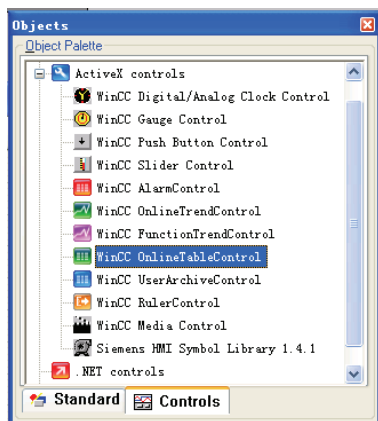
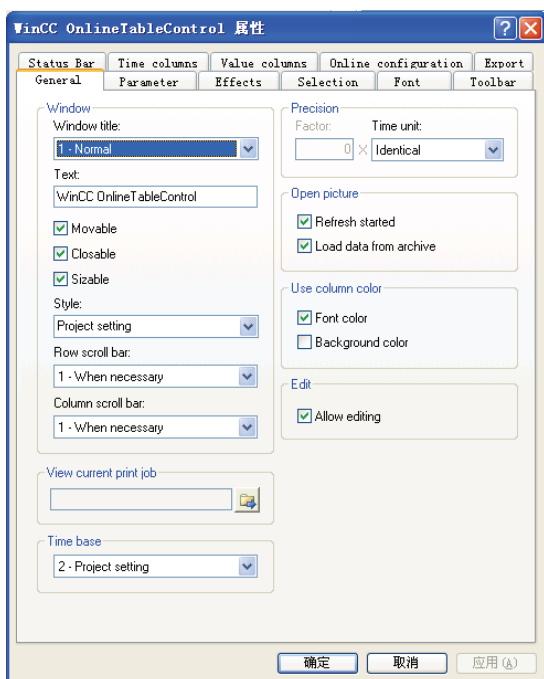

图 7-25 WinCC OnlineTableControl
图 7-26 “WinCC OnlineTableControl 属性”对话框
1) 在图形编辑器的“Object Palette”上，选择“ActiveX controls”选项卡上的 WinCC Online Table Control，如图 7-25 所示，将其拖入到画面编辑区至满意尺寸后释放，此时，“WinCC OnlineTableControl 属性”对话框自动打开，如图 7-26 所示，关闭属性对话框后，也可通过鼠标右键单击选择“Configuration Dialog...”来打开。